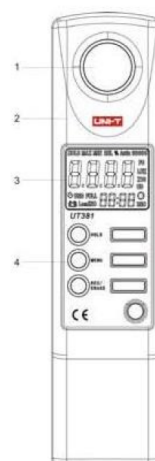

Рис.1
1. Устройство прибора (Рис.1, Таблица 1)